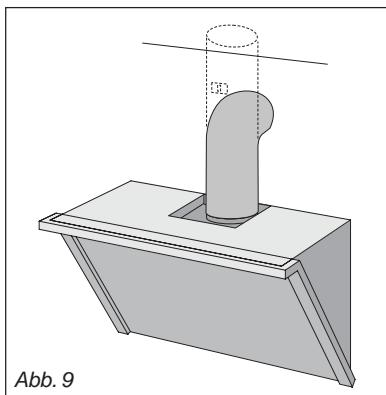

Abb. 9
- Die Abluftleitung mit der Abluftöffnung an der Haube verbinden; dazu ein biegbares Rohr verwenden und es mit einer Metallschelle an der Abluftöffnung der Haube befestigen – Abb.9 – (Rohr und Metallschelle werden nicht mitgeliefert).